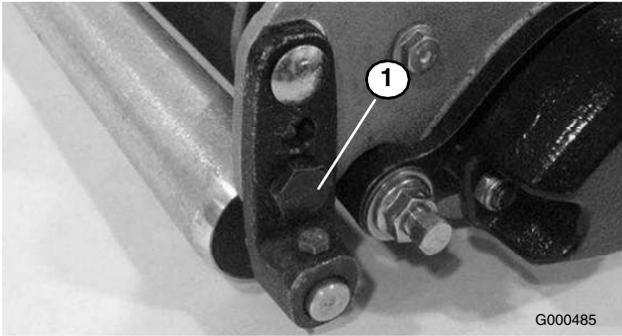

Figura 48
5. Sujete el molinete firmemente sobre la pletina, y manteniendo una presión firme sobre el rodillo trasero, gire el perno derecho inferior de montaje del rodillo (Figura 48).
en la mitad trasera del arco, según muestra la Figura 48.